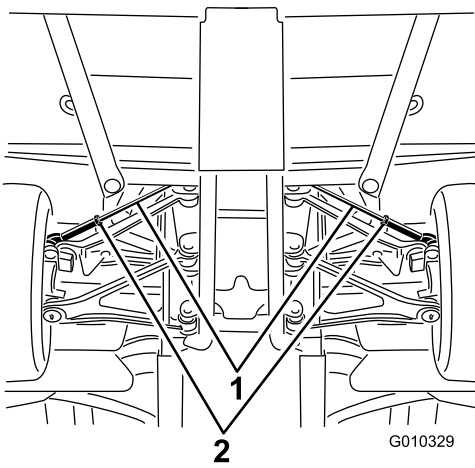

Figure 49
- A. Desserrez l'écrou de blocage au centre de la biellette (Figure 49)